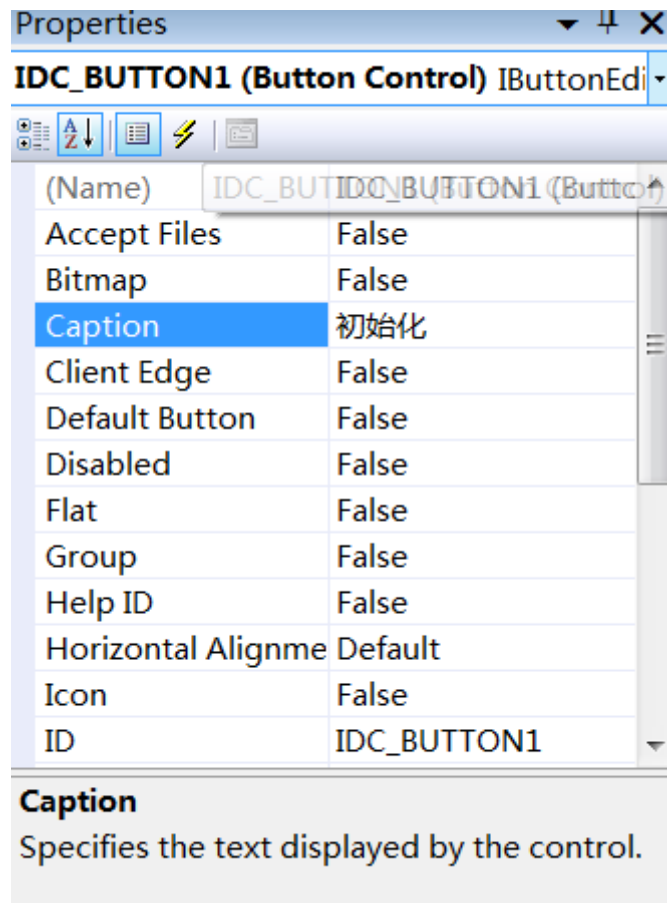

图 23
10、然后选中 **button1**，在右下角的属性窗口中，选择 **text** 属性，将其改为“初始化”，如图 23